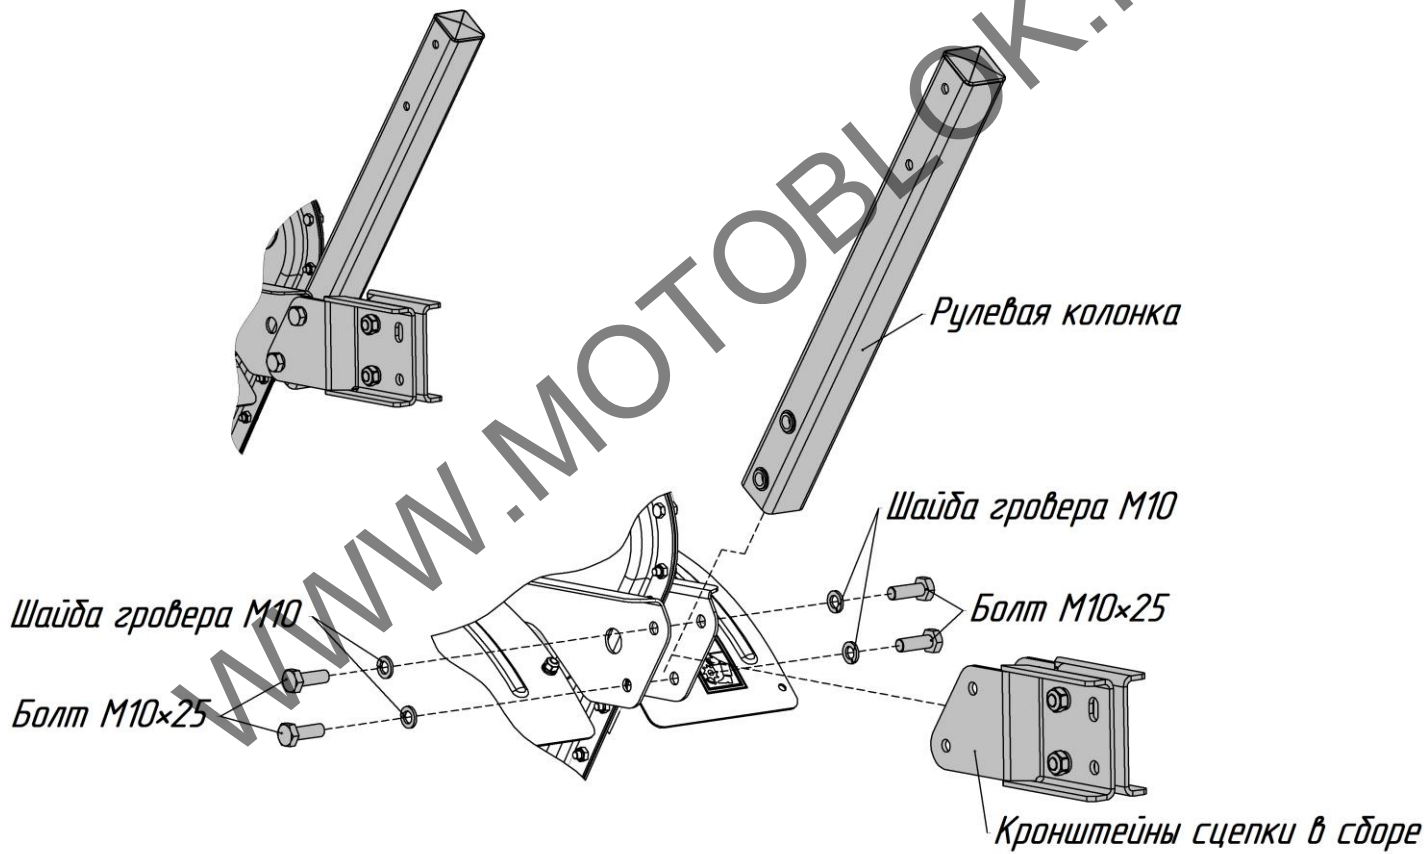

Рис.1 Установка рулевой колонки на мотокультиватор
1. Установить рулевую колонку и кронштейны сцепки в сборе согласно рис.1.